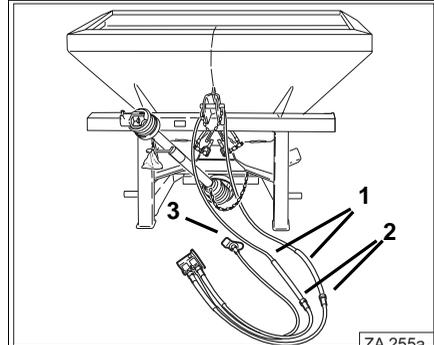

Fig. 60
- Démontez les robinets équipant les flexibles hydrauliques (Fig. 60/1).
- Raccordez les flexibles hydrauliques (Fig. 60/2) du répartiteur deux voies aux flexibles hydrauliques (Fig. 60/1).
- Fixez le capuchon de protection (Fig. 60/3) au flexible de raccordement.